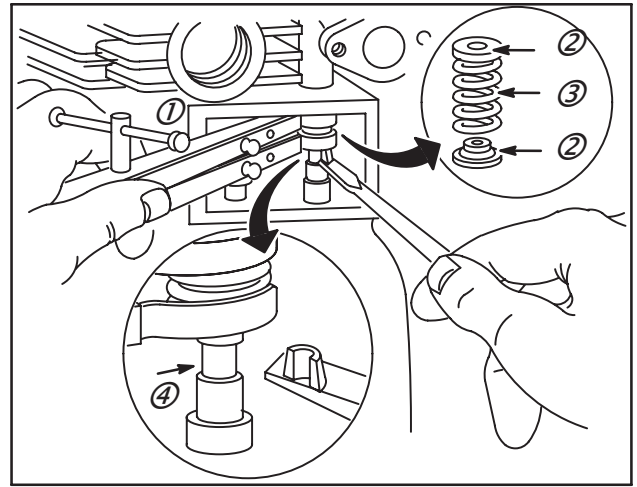
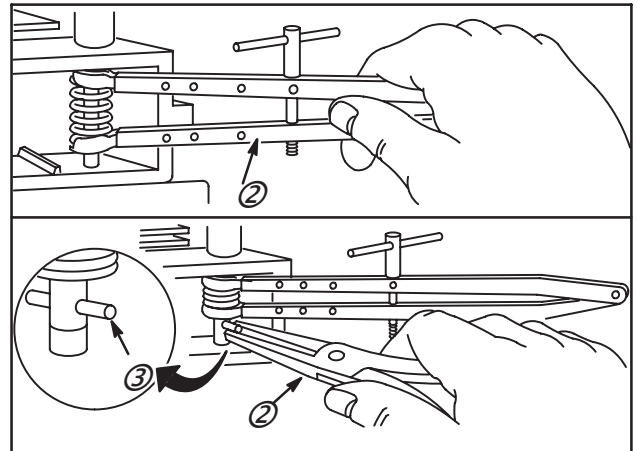

Fig. 6
Fig. 7
1. Utiliser un compresseur de ressort de soupapes **Réf. : 19063**, (voir [1], Fig. 6 et 7), en réglant les mâchoires pour qu'elles touchent juste les parois de la chambre des soupapes. Pousser l'outil jusqu'à ce que la mâchoire supérieure glisse au-dessus du ressort, Fig. 6 et 7. Appliquer de la graisse aux endroits indiqués (6). Vue détaillée, Fig. 6 – coupelle (2), ressort (3), demi-lune (4), soupape (5).
3. Déposer les demi-lunes (4) ou les arrêteurs, Fig. 6, extraire les goupilles (3) avec une pince à becs fins (2), Fig. 7 et soulever la soupape. Extraire le lève-soupapes et le ressort.
2. Le trou large de l'arrêteur doit être tourné vers la partie ouverte du lève-soupapes **Réf. : 19063**, Fig. 6 et 7.